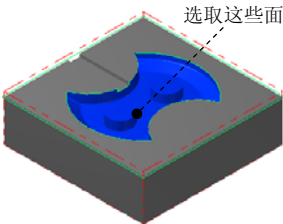

图 22.13 选取加工面
(1) 选取加工面。在图形区中选取图 22.13 所示的所有面（共 33 个面），然后按 **Enter** 键，系统弹出“刀具路径的曲面选取”对话框。